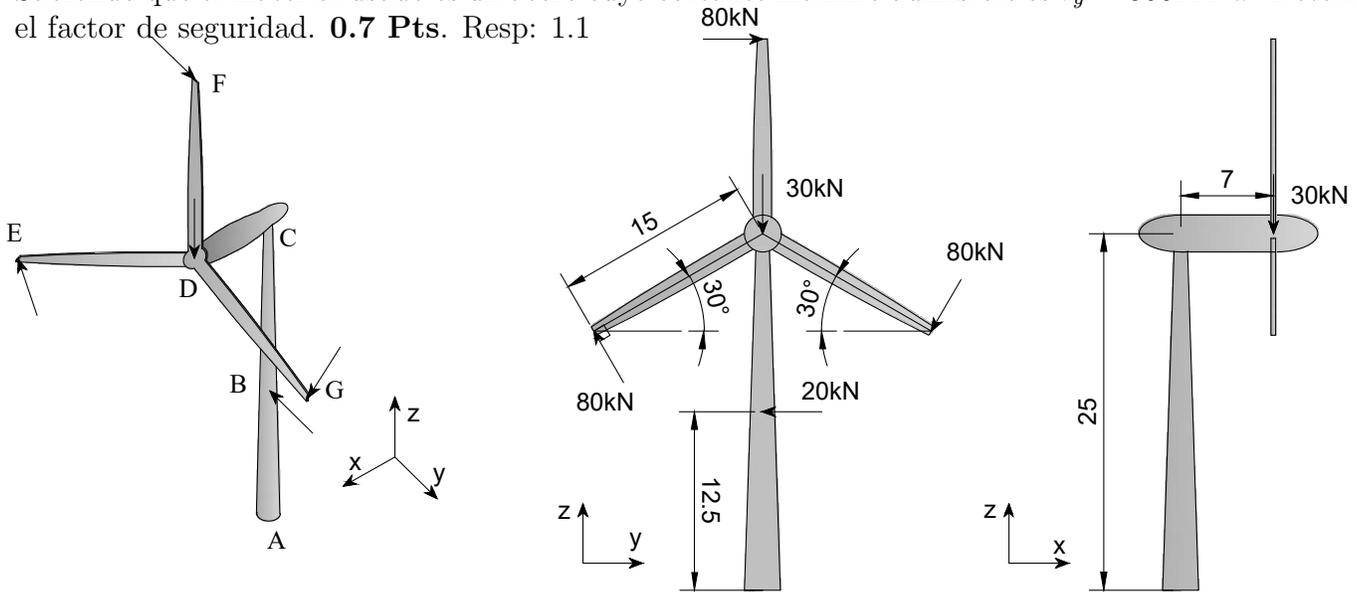

Figura 2: Problema 3
**Problema 3.– (2.5 Pts.)** La figura 2 muestra el modelo de un aerogenerador cuyas aspas se encuentran atascadas, presentándose un estado de operación crítico. Las cargas consideradas corresponden a 20 kN en el punto B, una carga de 30 kN en el punto D, y 3 cargas de 80 kN ubicadas en el extremo de cada aspa, y totalmente perpendicular a ellas. Se pide (considere el esfuerzo cortante por flexión):